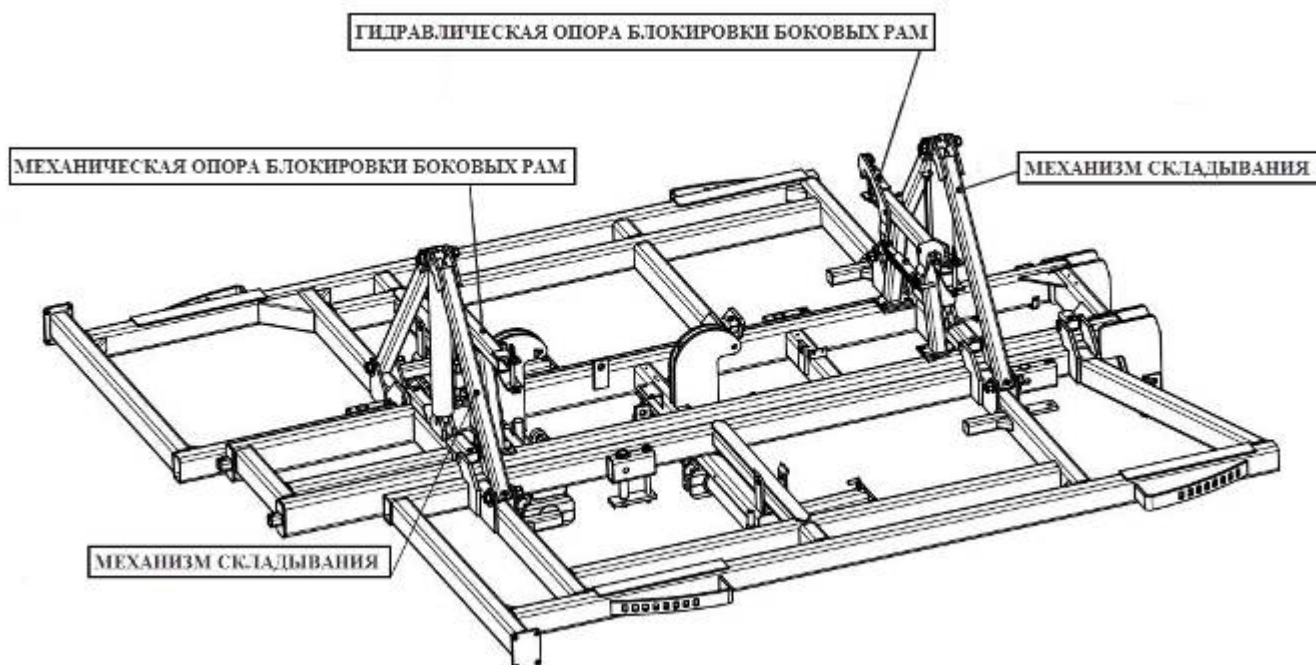

Рисунок 3.
- Смонтировать две опоры блокировки крайних рам (гидравлическая опора спереди, механическая опора сзади) (рис. 3).
- Смонтировать два механизма складывания боковых рам, состоящих из гидроцилиндра со стойками (рис. 3).